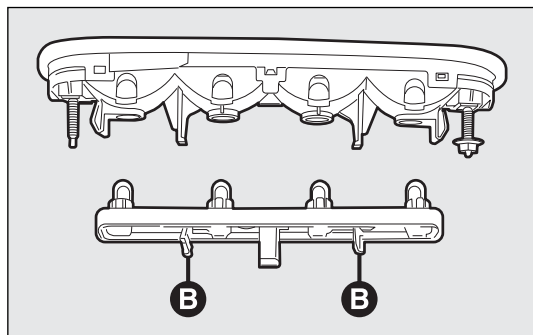

fig. 202
- ☐ apretar las aletas B-fig. 202 y extraer el portalámparas;